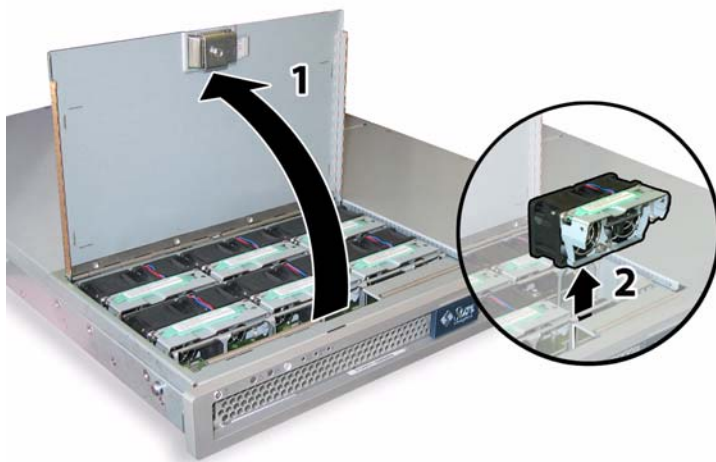

图 3-17 打开风扇托架门并拆卸风扇模块
3. 当保持风扇托架门打开时，用手握住存在故障的风扇模块的塑料带条，然后垂直向上提拉，将其从风扇托架中取出。请参见图 3-17。